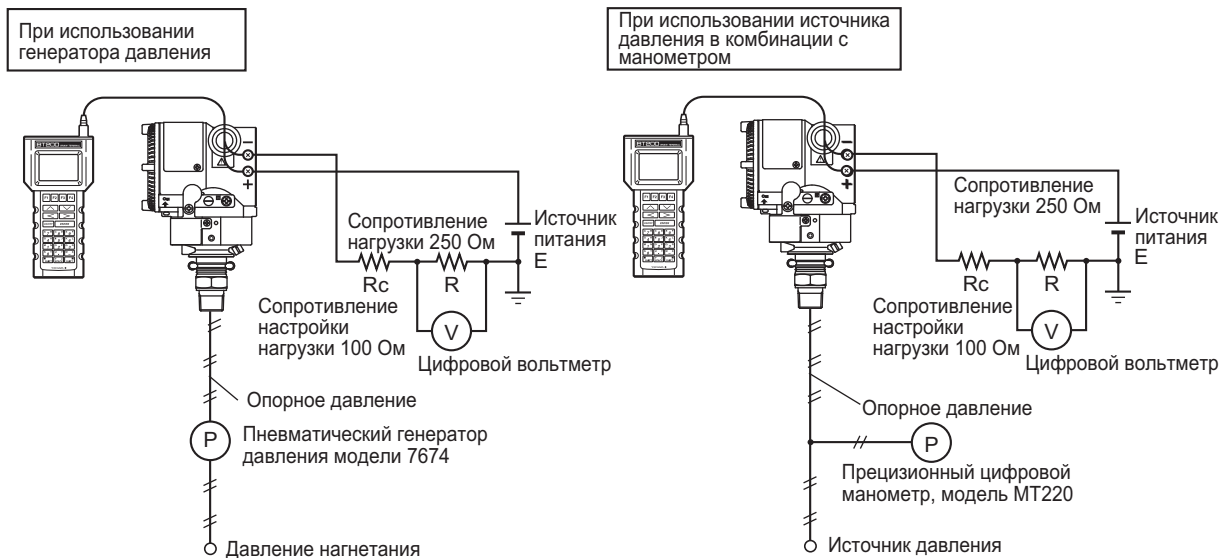

Рисунок 8.1. Схемы подключения прибора (выход 4-20 мА)
- 1) Соедините приборы так, как показано на Рис. 8.1, и прогрейте их в течение не менее 5 мин.